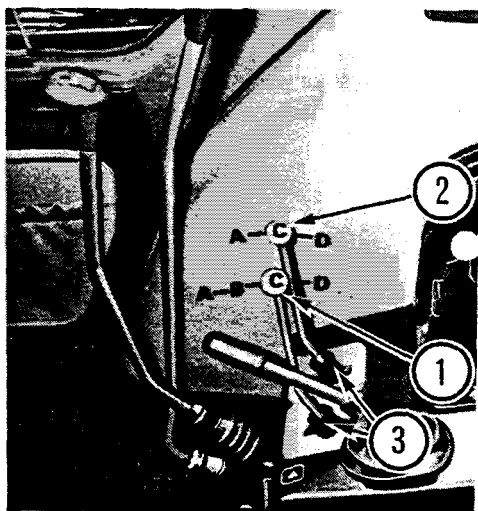
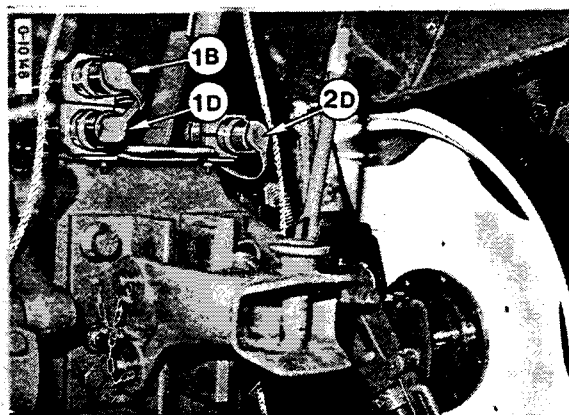

Figure 41 (956XL - 1056XL)
Figure 42
- 1 - Levier de valve double effet à 4 positions (1) - Fig. 42
- 2 - Levier de valve simple effet (2) - Fig. 42
NOTE - Si les raccords hydrauliques (1 et 2) - Fig. 42 ne sont pas utilisés, obturez-les avec des bouchons prévus à cet effet.
Lorsque vous raccordez à une valve auxiliaire à double effet (4 positions) assurez-vous d'utiliser le raccord (1D) Fig. 42. Utilisez la position flottante (1A) Fig. 41 pour l'abaissement afin d'éviter une surchauffe du système hydraulique.